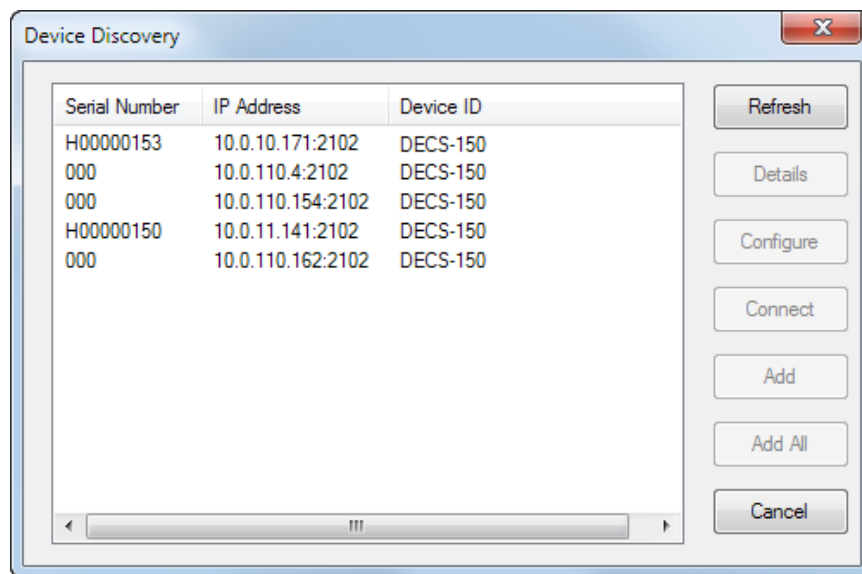

Figure 20-4. Fenêtre Détection des dispositifs
5. Si vous ne connaissez pas l'adresse IP, vous pouvez effectuer un balayage pour rechercher tous les dispositifs connectés en cliquant sur le bouton Ethernet dans la boîte Détection des dispositifs. Une fois le balayage terminé, une fenêtre contenant les dispositifs connectés s'affichera. Reportez-vous au Figure 20-4.